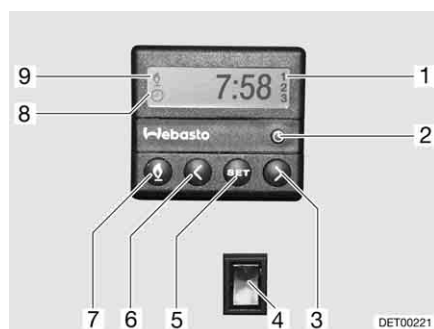

Fig. 188 Centralina di controllo per riscaldamento fisso
- Premere il tasto (Fig. 188,7). Il funzionamento del riscaldamento viene indicato con il simbolo (Fig. 188,9). La ventola viene inserita solo quando la temperatura dell'acqua di raffreddamento è pari a 30 °C.
- Premere il tasto (Fig. 188,7). Il simbolo (Fig. 188,9) si spegne.
- Premere l'interruttore (Fig. 188,4) in basso. Il motore viene preriscaldato. La ventola viene inserita immediatamente.
- Premere l'interruttore (Fig. 188,4) in alto. Il motore rimane freddo.
- Premere il tasto (Fig. 188,2). L'impostazione dell'ora viene indicata con il simbolo (Fig. 188,8).
- Impostare l'ora con i tasti (Fig. 188,3 e 6).
- Premere il tasto (Fig. 188,5).
- Impostare l'orario di accensione con i tasti (Fig. 188,3 e 6) entro 10 secondi.
- Premere il tasto (Fig. 188,5) fino a che nel display (Fig. 188,1) non appare il numero di programmazione desiderato.